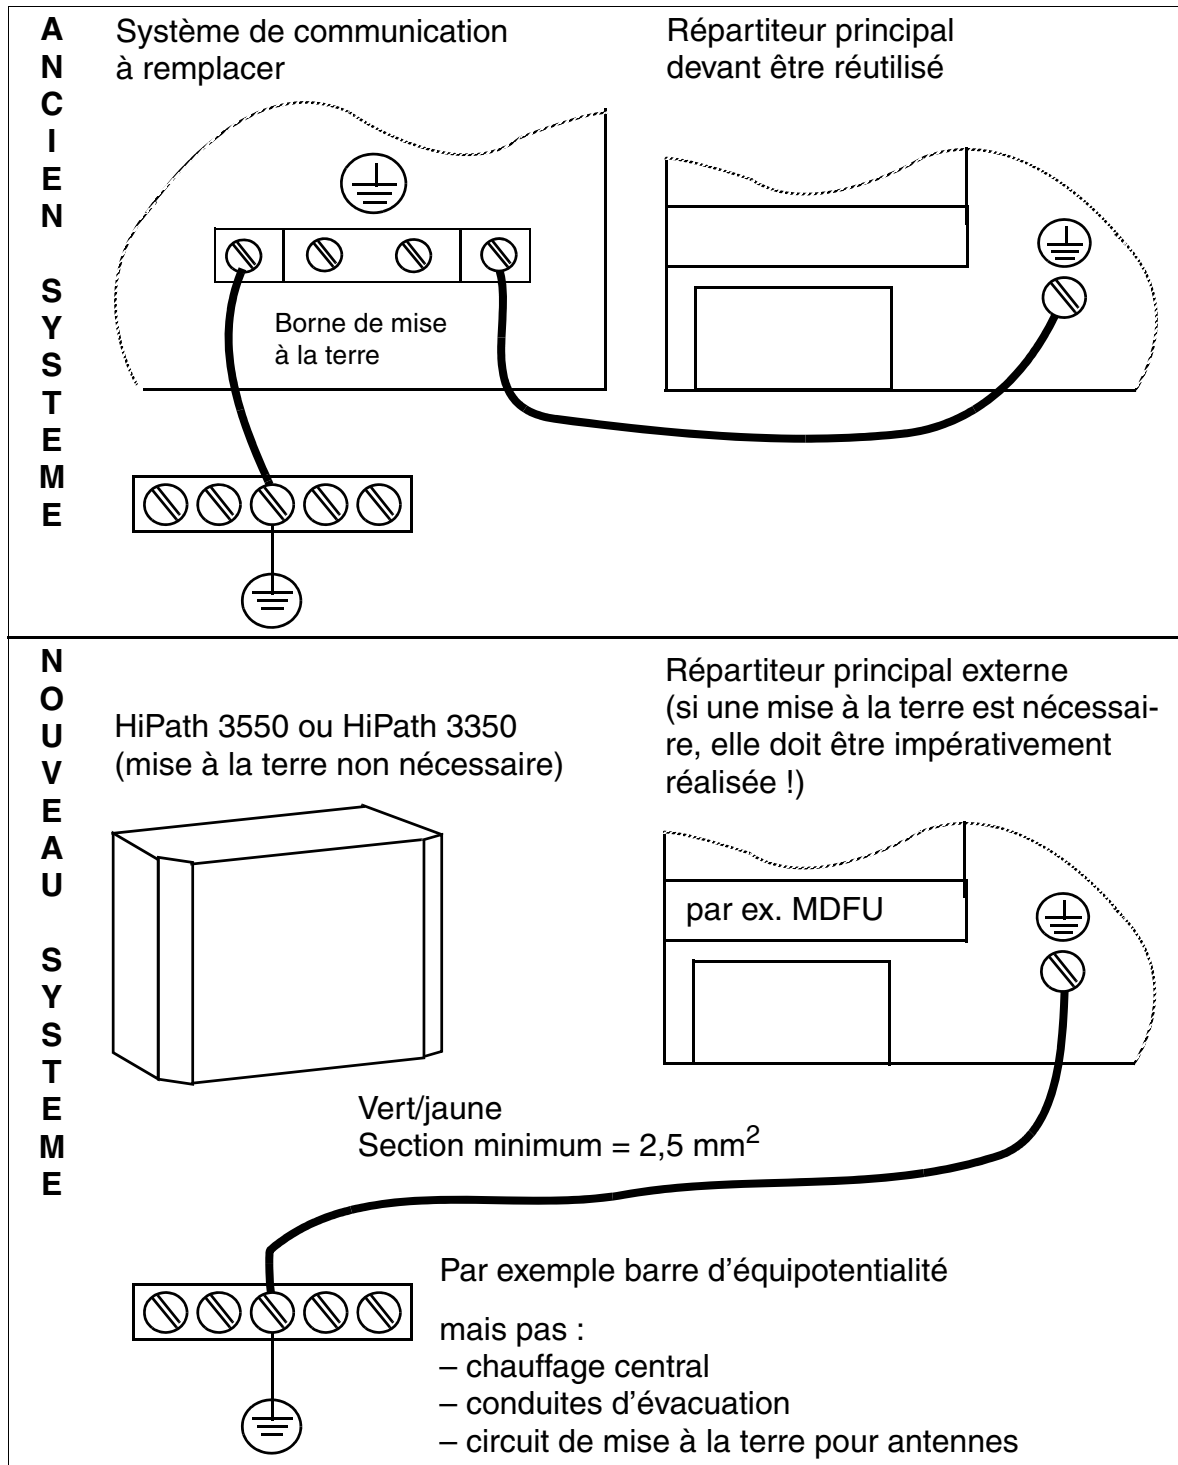

Figure 4-52 HiPath 3550, HiPath 3350 - Mise à la terre d'un répartiteur principal externe
- HiPath 3550 : sont fournis un MDFU (RFA uniquement) et deux câbles de mise à la terre. Utiliser l'un des câbles pour assurer la protection de terre du MDFU. La liaison de mise à la terre du MDFU à HiPath 3550 n'est pas obligatoire (voir figure 4-52, ci-dessous).
En cas de remplacement d'une installation client existante, dont le répartiteur principal doit continuer à être utilisé, suivre les indications de la figure 4-52 ci-après.